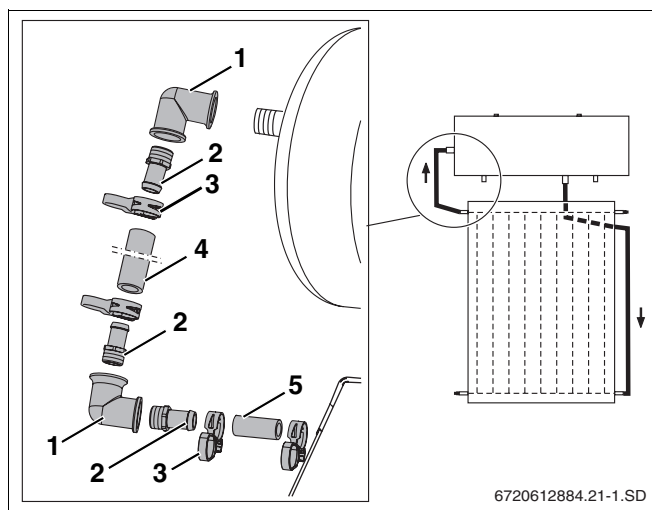

fig. 21 Montar a tubagem de impulsão
- ▶ Encaixar a mangueira solar curta (fig. 21, **item 5**) na ligação do colector em cima e empurrar a braçadeira de mola (fig. 21, **item 3**) até ao colector.
- ▶ Se a braçadeira de mola (fig. 21, **item 3**) estiver correctamente assente, pode puxar-se o anel de fixação.
- ▶ Monte previamente o cotovelo em cima e em baixo (fig. 21, **item 1**) com os terminais de mangueira (fig. 21, **item 2**). Aparafuse o cotovelo em cima com o terminal de mangueira à ligação de impulsão.
- ▶ Estabeleça a ligação entre o termo-acumulador e o colector com mangueira solar de 300 mm (fig. 21, **item 4**) e fixe-a com braçadeiras de fita elástica.